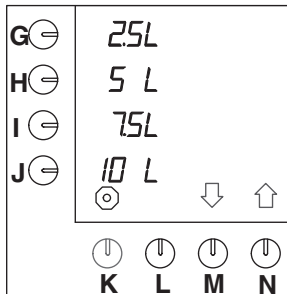

Abb. 23 Serienmäßige Vorwahl der Tasten
Das Gerät ist serienmäßig auf die Einheit L (= Liter) eingestellt. Sie können die Einheit ändern. (Diese Einheit steht serienmäßig im Display bei den Vorwahl-tasten (Abb.23)).
- Drücken Sie auf die Wahl-taste (N.)↑, bis Abb.23 im Display erscheint.